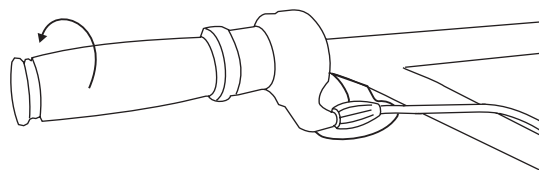

Abbildung 23. Gaszug (Leerlaufstellung)
2. Den **Gaszug** (Abbildung 23) in die „**Leerlaufstellung**“ bringen.